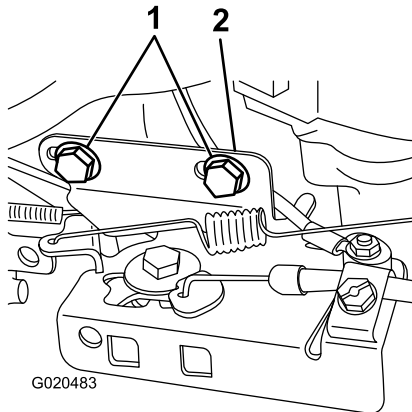

Figura 29
1. Afloje los 2 pernos que sujetan el soporte del cable y deslícelo todo lo posible hacia la izquierda, luego apriete los 2 pernos (Figura 29).